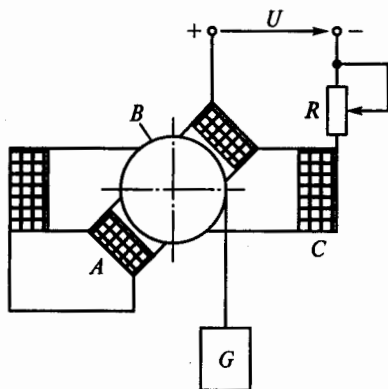

Рис. 55
**2.30.** Подвижная катушка  $A$  находится внутри неподвижной катушки  $C$  (рис. 55). На оси катушки  $A$  укреплен блок  $B$ , к которому подвешен груз  $G$ . При указанном на рисунке положении движка реостата  $R$  груз находится в покое. Что будет происходить с грузом, если движок реостата переместить вниз?